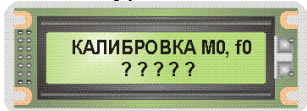

Рис. 9.10. Вид ЖКИ БУК при входе в режим «Калибровка»
- в ОСНОВНОМ РЕЖИМЕ нажать кнопку «+/- (N0)», ЖКИ БУК примет вид, приведенный на рис. 9.10;
- по запросу на ЖКИ БУК, приведенному на рис. 9.10, ввести пароль «67294», после ввода пароля, в зависимости от того, какой вид калибровки применяется в текущий момент, на ЖКИ БУК высветится:
9.2.5.2.2. В ОСНОВНОМ РЕЖИМЕ нажать кнопку «+/-N0» (при этом на ЖКИ высветится запрос, приведенный на рис. 9.10).